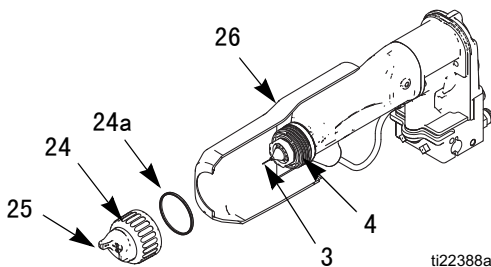

图 12. 清洗空气帽和流体喷嘴
2. 卸下空气帽组件（24、25）和保护罩（26）。参见图 12。